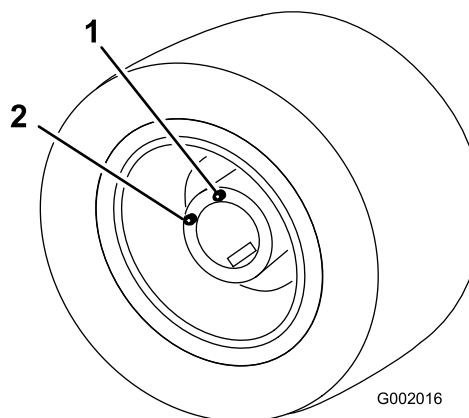

Figura 82
5. Spostate lentamente il veicolo fino a quando la ruota non è posizionata per il riempimento (Figura 82).